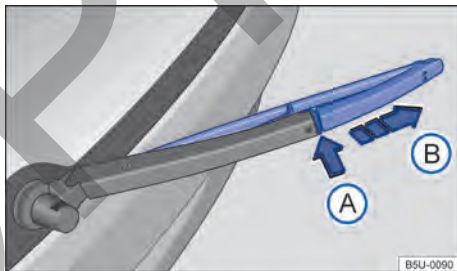

Fig. 148 Sustituir la escobilla del limpialuneta.
- Mantener la tecla de desbloqueo → fig. 148 ① presionada.
- Retirar la escobilla del limpiacuneta en el sentido de la flecha ②.